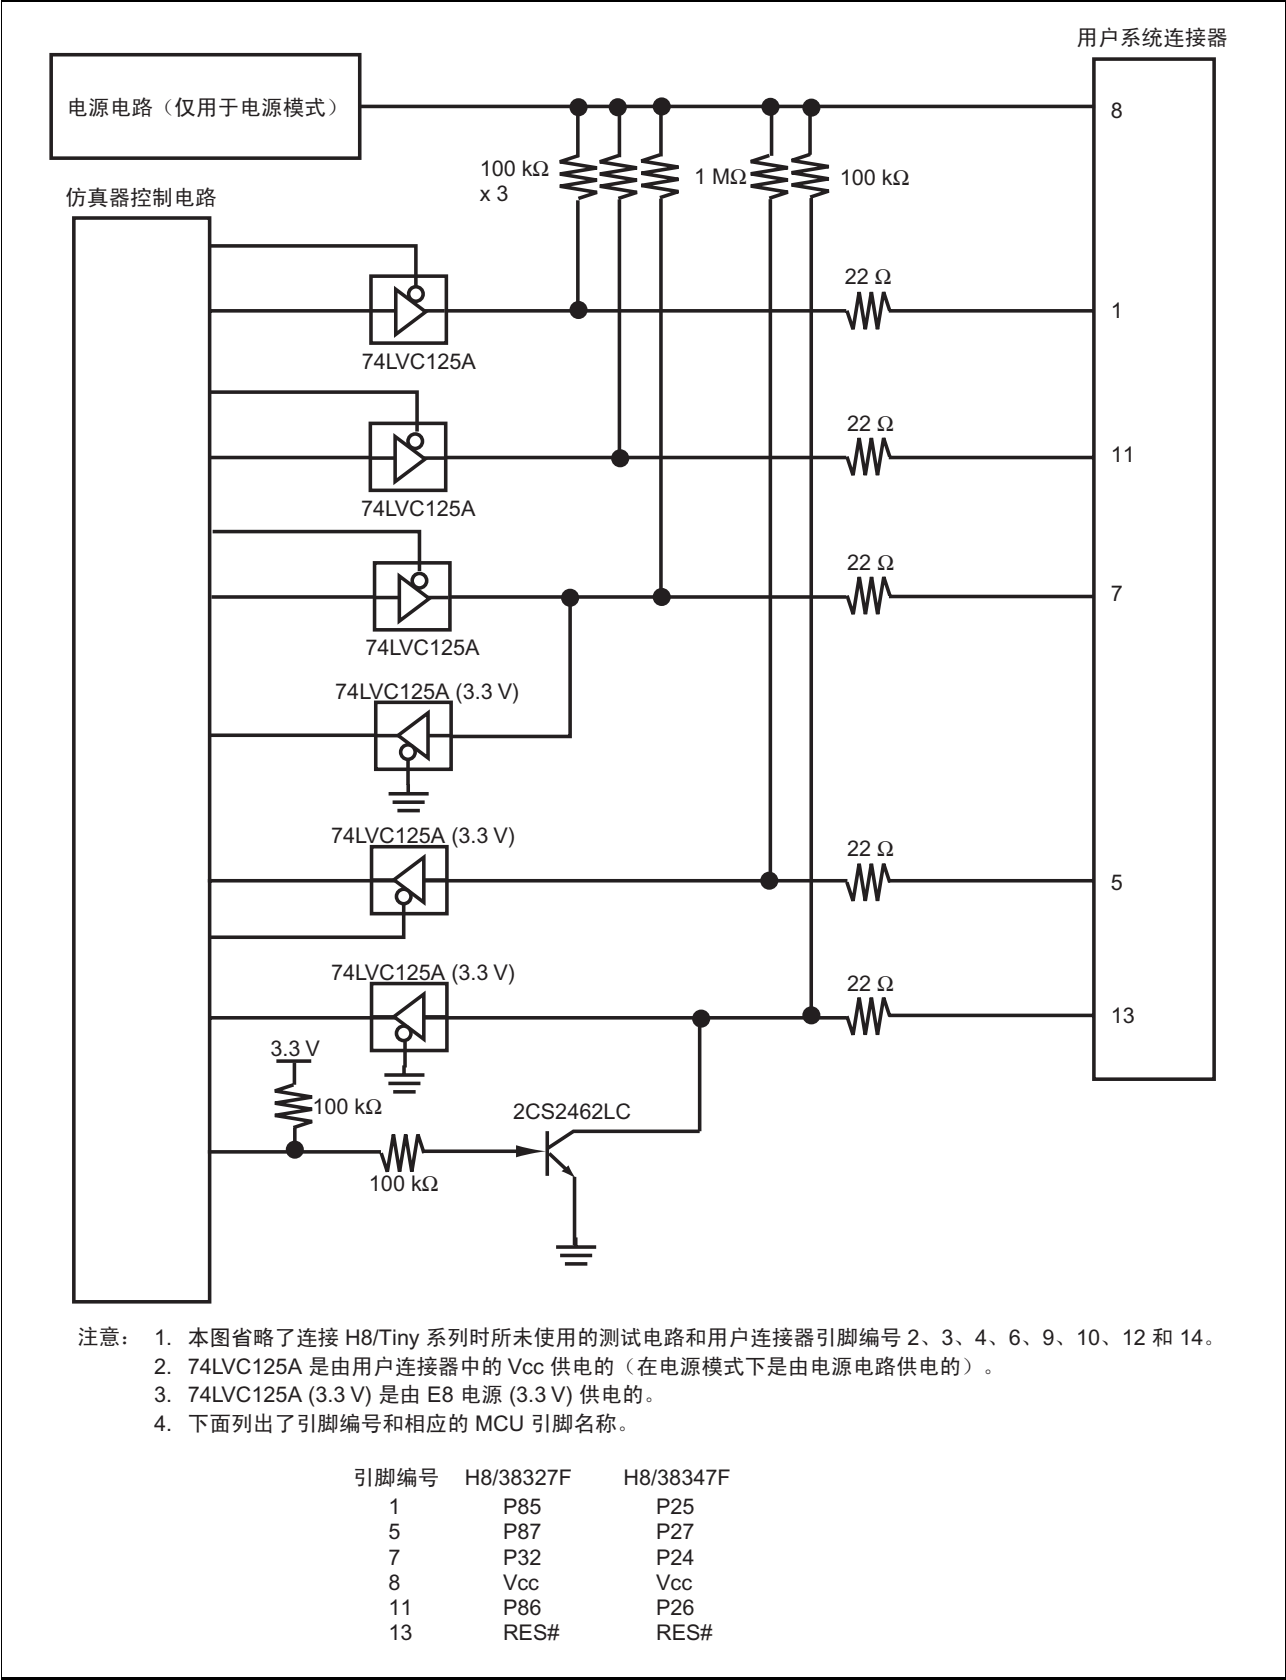

图 4.8 E8 仿真器中的接口电路（参考）
6. 图 4.8 和 4.9 分别显示了 E8 和 E8a 仿真器中的接口电路。请参考这些图来确定上拉电阻值。